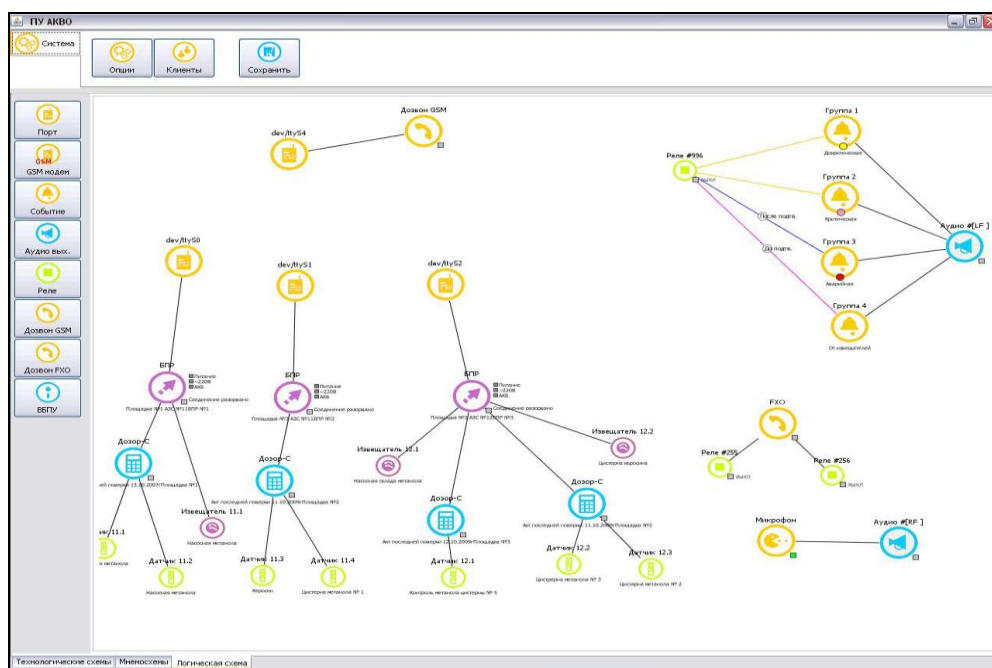

Рисунок 33 – Окно результаты ввода установок подключения исполнительного реле, подключающего фидер №1 к УНЧ БПУ
– установленные параметры отображаются разными цветами линии соединяющей значок события со значком исполнительного реле, так оранжевый цвет имеет линия при установке «Подключить исполнительное устройство оповещения без подтверждения оператором», синий цвет с тестом «Вкл. после подтв.» имеет линия при установке «Подключить исполнительное устройство оповещения после подтверждения оператором», а сиреневый цвет имеет линия при установке «Отключить исполнительное устройство оповещения после подтверждения оператором» в сопровождении текста «Выкл. после подтв.», см. рисунок 33;